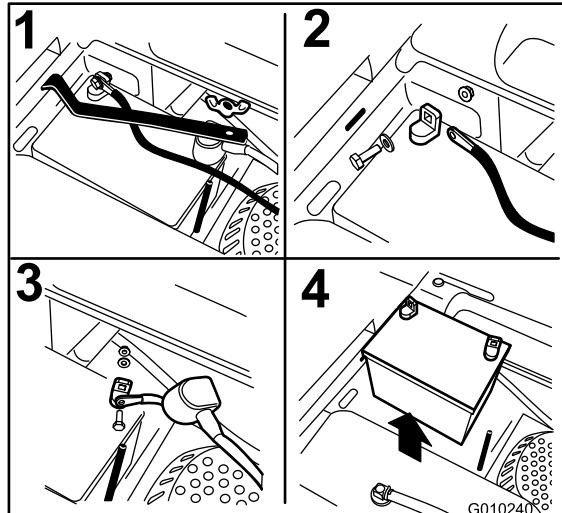

Figura 42
3. Retire la tuerca de orejeta que sujeta la abrazadera de la batería (Figura 42).
4. Primero desconecte el cable negativo (negro) del borne negativo (-) (negro) de la batería (Figura 42).
- Retire la cubierta de goma roja del borne positivo (rojo) de la batería y retire el cable positivo (+) (rojo) (Figura 42).
- Retire la abrazadera (Figura 42).
- Coloque la batería en la bandeja, con los bornes frente al depósito de aceite hidráulico (Figura 42).
- Fije los cables con 2 pernos, 2 arandelas, y 2 contratuerca (Figura 42).
- Instale la abrazadera y sujétela con la tuerca de orejeta (Figura 42).